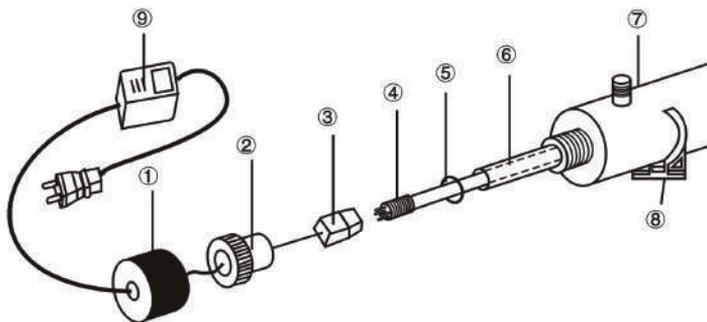

Рис. 1.Монтаж УФ-лампи
8. При монтажі УФ-лампи слід спочатку наполовину вставити її в робочу камеру (рис.1), підключити до електрокабелю, і тільки потім вставити в камеру повністю. При цьому штекер слід щільно вставити в посадкову горловину. Тільки після цього можна підключати Установку до електромережі.